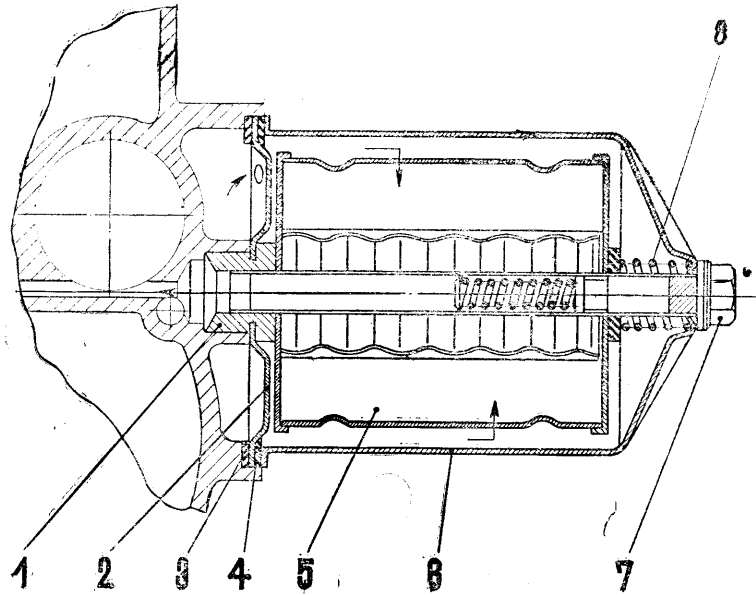

Abb. 47. Ölfilter.
3.7.2. AUSEINANDERBAU, REINIGUNG UND KONTROLLE DES ÖLFILTERS (Abb. 47).